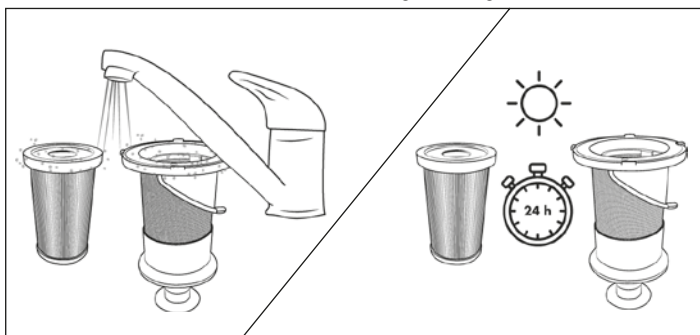

Fig. 20
- 5) Skyl HEPA-filteret **5** og filteret af rustfrit stål **6** under koldt eller lunkent vand. Lad HEPA-filteret **5** og filteret af rustfrit stål **6** lufttørre fuldstændigt, før du sætter dem ind i støvbeholderen **7** igen (se fig. 20).